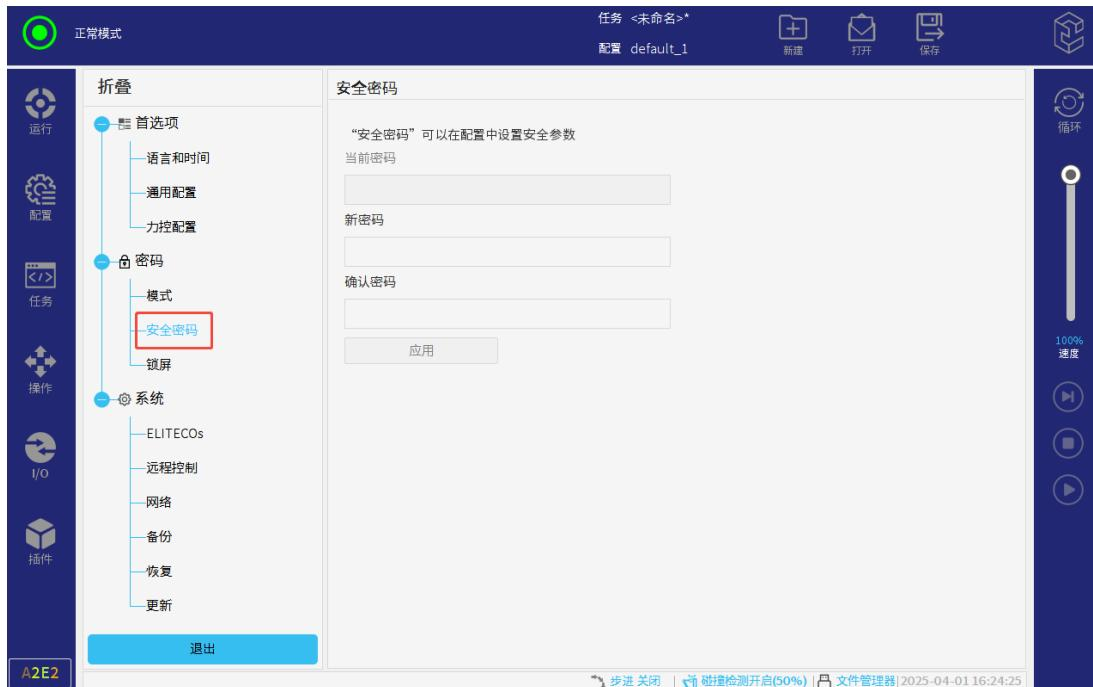

图 3-18: 安全密码
2. 选择“设置 > 密码 > 安全密码”，进入“安全密码”页面，如图 3-18 所示。